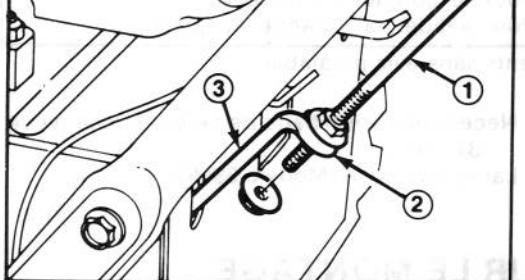

Figure 3
3. Enfilez en écrou à colerette (la colerette en haut) sur le bas de la tige de commande de traction jusqu'à la bride dans la tige de traction inférieure (Fig. 3).
6. Réglez les écrous à colerette sur la tige de traction (Fig. 3) jusqu'à ce que la dimension correcte soit obtenue.